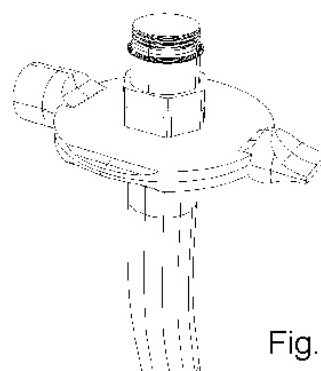

Fig. 2
- Fig. 2 – Chave da válvula de esvaziamento